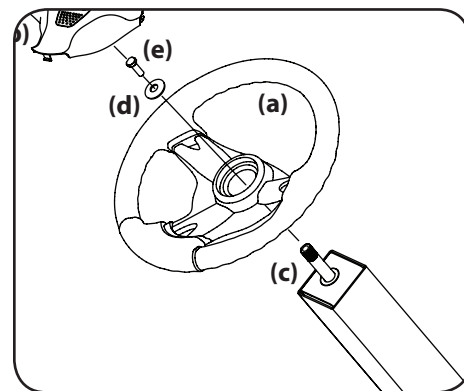

Figura 2-3
1. Retire los elementos de ferretería para fijar el volante (a) que están debajo de la tapa del volante (b). Extraiga con cuidado la cubierta del volante (b) mediante palanca para retirar los elementos de ferretería. Consulte Figura 2-3.
2. Con las ruedas del tractor mirando hacia adelante, coloque el volante (a) sobre el eje de dirección (c). Consulte Figura 2-3.
3. Coloque la arandela belleville (d) por encima del volante (a) y ajústela con el perno hexagonal (e). Consulte Figura 2-3.
4. Coloque la tapa del volante (b) sobre el centro del volante (a) y empújela hacia abajo hasta que calce en su lugar con un "clic". Consulte Figura 2-3.